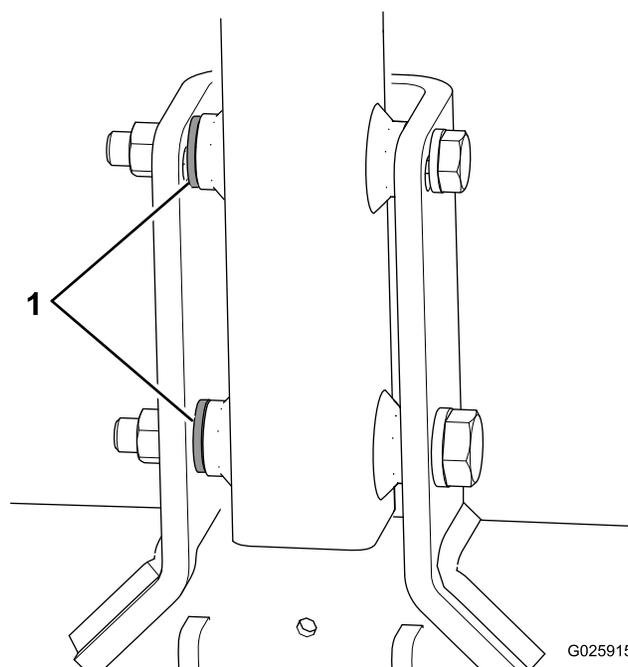

Figura 5
- Si en la máquina se incluye una tercera arandela con cada perno, utilice esas arandelas como espaciadores entre la barra de tracción y la parte interior del soporte de giro de la barra de tracción (Figura 5).